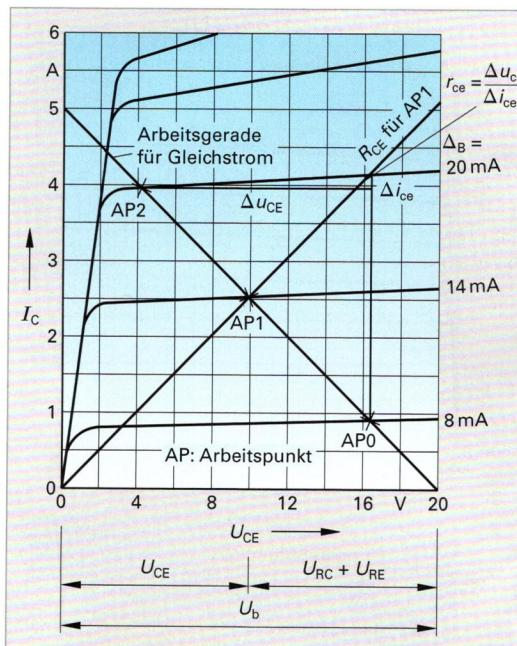

**Bild 1:** Ermitterschaltung
- Ein Verstärker **Bild 1** hat  $U_b = 9 \text{ V}$ ,  $R_C = 1,8 \text{ k}\Omega$ ,  $m = 6$ ,  $I_C = 2,8 \text{ mA}$ . Berechnen Sie a)  $R_E$ , b)  $U_{RC}$ , c)  $U_{RE}$ , d)  $U_{RC}/U_{RE}$ .
- Ein Transistor in Schaltung **Bild 1** hat den Arbeitspunkt  $U_{CE} = 12 \text{ V}$ ,  $I_C = 58 \text{ mA}$ ,  $I_B = 0,3 \text{ mA}$ ,  $U_{BE} = 0,75 \text{ V}$ . Die Betriebsspannung beträgt  $24 \text{ V}$ ,  $q = 2$  und  $R_C/R_E = 7$ . Berechnen Sie a)  $U_{RC}$ , b)  $U_{RE}$ , c)  $R_C$ , d)  $R_E$ , e)  $R_2$ , f)  $R_1$ .
- Von Schaltung **Bild 1** sind bekannt:  $U_b = 12 \text{ V}$ ,  $q = 3$ ,  $m = 5$ ,  $U_{CE} = 3,7 \text{ V}$ ,  $U_{BE} = 700 \text{ mV}$ ,  $I_B = 5 \text{ mA}$ ,  $B = 78$ . Ermitteln Sie a)  $I_C$ , b)  $U_{RC}$ , c)  $U_{RE}$ , d)  $R_C$ , e)  $R_E$ , f)  $R_2$ , g)  $R_1$ , h) die aus dem Netzgerät aufgenommene Gleichstromleistung.